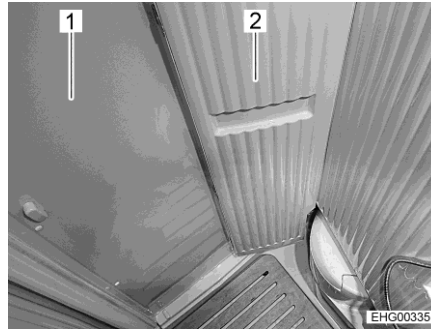
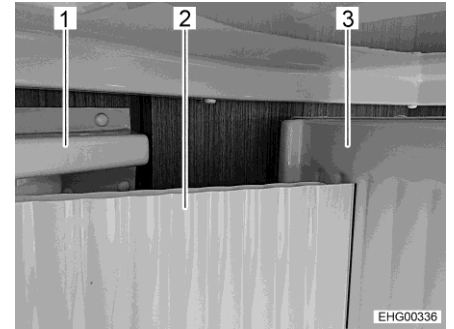

Fig. 166 Petite paroi pivotante, pivotée
Fig. 167 Position correcte de la petite paroi pivotante
- Fermer la porte du cabinet de toilette (Fig. 166,1 et Fig. 167,1).
- ▷ **Toujours** positionner la petite paroi pivotante (Fig. 166,2 et Fig. 167,2) **avant** la grande paroi pivotante (Fig. 167,3) ! **Ne pas** presser la petite paroi pivotante **derrière** la grande ! Il est sinon possible de s'emprisonner dans le cabinet de toilette car il n'est éventuellement plus possible d'ouvrir sa porte.
- Faire pivoter la petite paroi pivotante (Fig. 166,2 et Fig. 167,2). La petite paroi pivotante se trouve alors dans la bonne position quand elle se trouve devant la grande (Fig. 167,3).